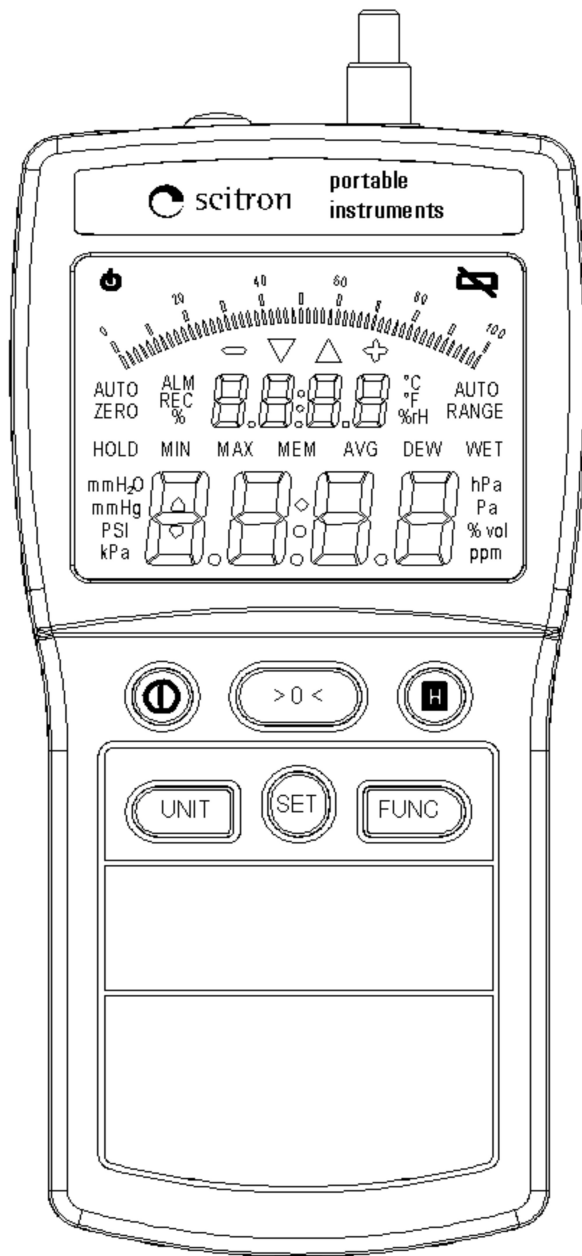

Рис. 1 Внешний вид
- Подсоедините силиконовую трубку, поставляемую в комплекте, к специальному стальному разъему, указанному на Рис. 1.
Кнопка «>0<» активирует процедуру автообнуления. В ходе автообнуления PORDPZBI замеряет давление на входе, и устанавливает его эталонным нулевым значением, которое будет использоваться в дальнейшей работе прибора. Разъем прибора (на Рис.1) должен быть свободен (трубка отсоединена) для замера атмосферного давления.